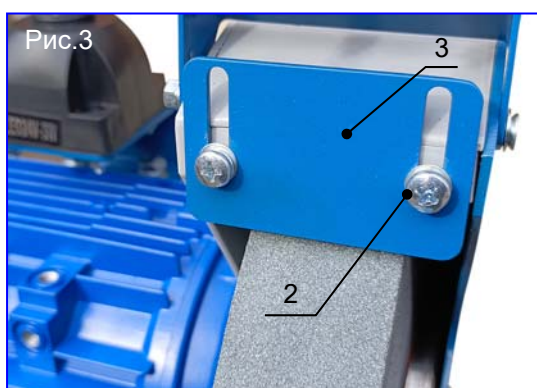

Рис.3
- При помощи двух винтов (поз.2, рис.3) отрегулируйте зазор между искрогасителем (поз.3, рис.3) и шлифовальным кругом, зазор должен быть не более 5мм.